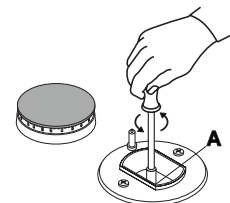

fig.9
- dévissez les injecteurs (fig. 9) à l'aide d'une clé à tube de 7 mm. et remplacez-les par les injecteurs adaptés au nouveau type de gaz (voir tableau 1 "Caractéristiques des brûleurs et des injecteurs") remontez les différentes parties en effectuant les opérations dans le sens inverse.